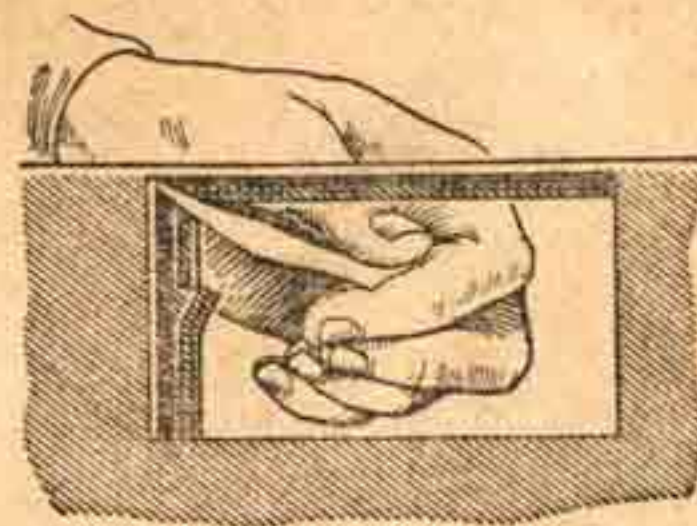

Рис. 46. Проверка зазора между верхней площадкой боевой личинки и крышкой короба.
**Зазор между верхней площадкой боевой личинки и крышкой короба.** Проверить его можно полоской бумаги, как указано на рис. 46. Полоска бумаги при этом должна свободно вытягиваться.